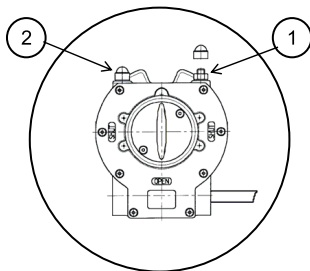

Рис.1 Кран с установленным редуктором
- 1.3 Установите редуктор в положение «открыто»- указатель положения редуктора должен указывать на положение OPEN (открыто) см. рис.1.
- 1.10.1 Снять защитный колпачок с контр-гайки упора-ограничителя. Открыть упор-ограничитель 1 и 2 (см. рис.1).